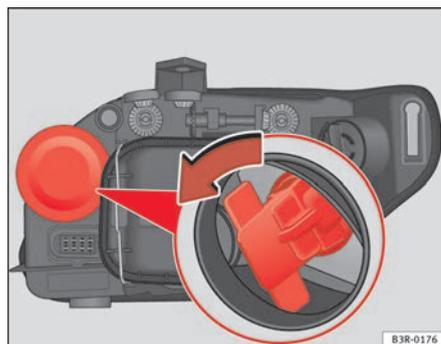

Fig. 204 Lampe du feu clignotant
- Retirez le support d'ampoules en le saisissant par la base et en tournant dans le sens des aiguilles d'une montre ⇒ fig. 204.